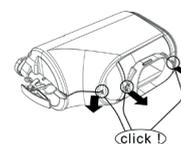

Bild 12
3. Anschließend entfernen Sie den Durchflussbegrenzer (wie auf Bild 12 veranschaulicht)